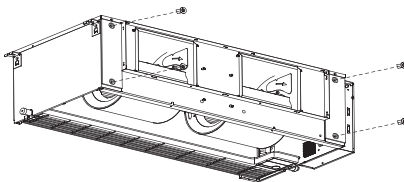

Рис. 33
2. Отверните 4 болта и 2 винта крепления передней панели (см. рис. 33). Будьте осторожны – передняя панель может упасть вниз.